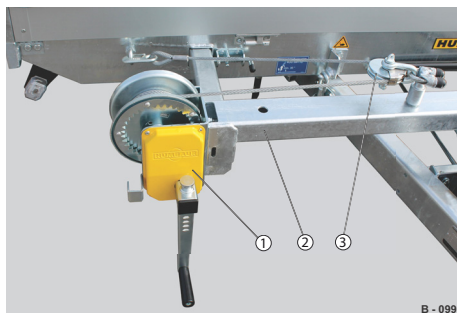

Abb. 41 Variante 3: Seilwinde mit Umlenkung
- ▶ Umlenkrolle (Abb. 41/3) positionieren.